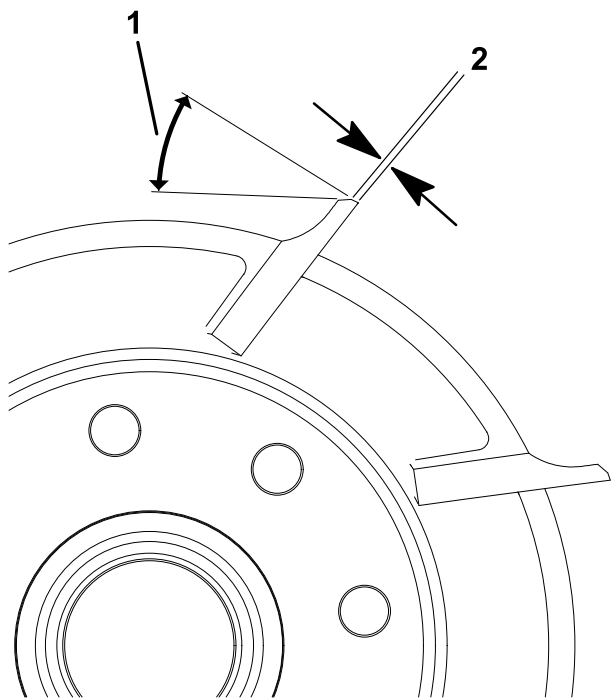

图 27
- 1. 对所有滚刀棱面进行 30° 铲磨直至棱面宽度达到 0.8 mm 图 27。